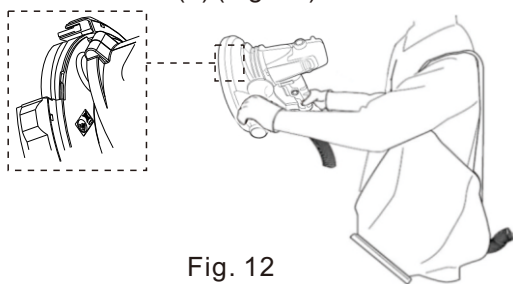

Fig. 12
- > Sujete la herramienta con una mano en la empuñadura principal (5) y con la otra mano en la empuñadura auxiliar (9) (Fig. 12).